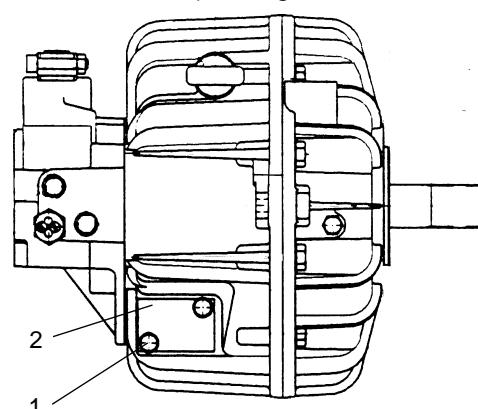

Fig. V-3
### Only ZF 25 A - ZF 25 old version (Fig. V-3)
- 2.4.4 Lock filter cover in place by screwing in bolts (fig. V-3 item 1), driving torque 18 Nm (14 ft/lb);
### Solo per ZF 25 A - ZF 25 vecchia versione (Fig. V-3)
- 2.4.4 Bloccare il coperchio nella sua sede avvitando le viti (fig. V-3 pos. 1), coppia di serraggio 18 Nm;
### ZF 25 A - ZF 25 seulement ancienne version (Fig. V-3)
- 2.4.4 Installer le couvercle en tournant les vis (fig. V-3 position 1), couple de serrage 18 Nm;
#### Sólo para ZF 25 A - ZF 25 versión anterior (Fig. V-3)
2.4.4. Bloquear la tapa en su alojamiento apretando el tornillo (Fig. V-3, pos. 1), par de apriete 18 Nm;
#### ZF 25 A - ZF 25 kun (Fig. V-3) Gamme versjon
#### ZF 25 A - ZF 25 nur (Fig. V-3) Alte Version
2.4.4 Ölfilter in das Gehäuse einsetzen und mit Schrauben(Pos.1 Bild V-3), Anzugsmoment 18 Nm;